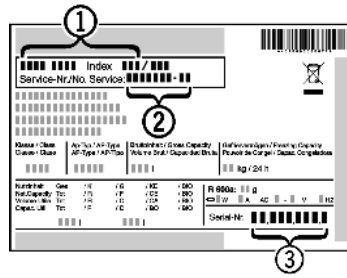

Fig. 54
- ▶ Прочетете от идентификационната табелка означението на уреда Fig. 54 (1), сервизния № Fig. 54 (2) и серийния № Fig. 54 (3). Идентификационната табелка се намира на лявата вътрешна стена на уреда.